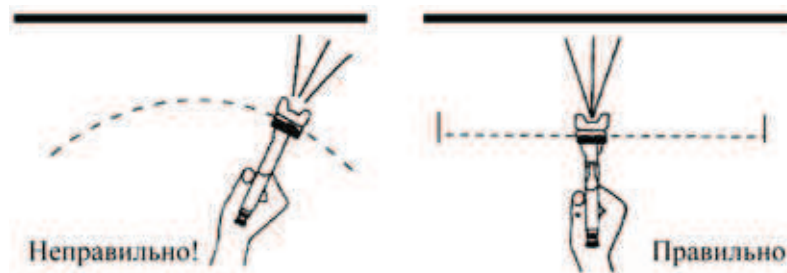

Рис. 3
6.3 Распыление (рис. 3)
Распыляйте материал равномерно, передвигая краскопульт перпендикулярно поверхности как показано на рис. 3: